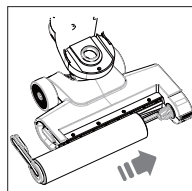

Fig. 15 – Inserimento del rullo in microfibra
- ▶ Posizionare il rullo in microfibra sul relativo supporto iniziando dal lato destro. Ruotare la linguetta di bloccaggio in modo tale che possa innestarsi con un clic nella rientranza presente nell'unità di pulizia (vedere Fig. 15).